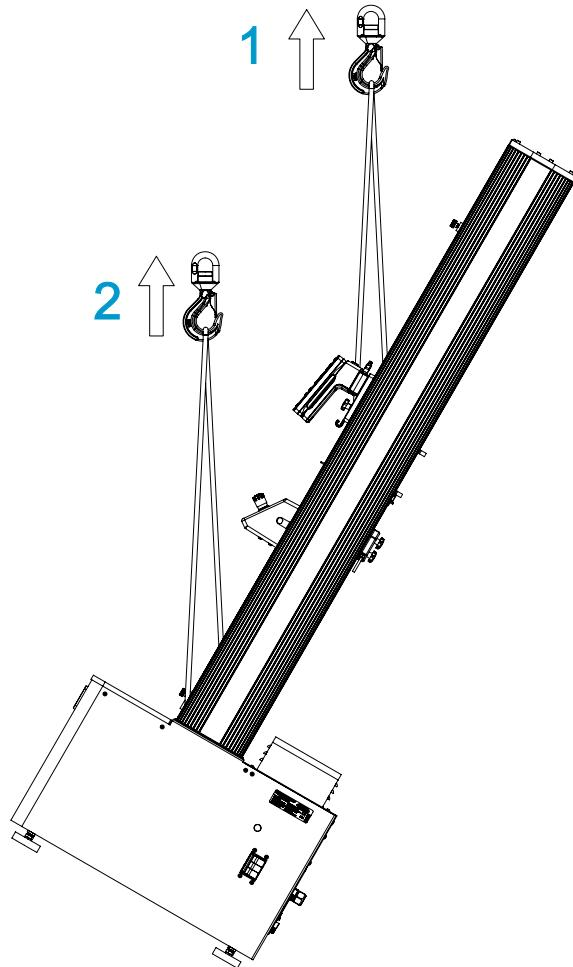

図 19. クレーンを使ってロードフレームを立てる
70 ページの図 19 を参照してください。
2. クロスヘッドに2本のリフティングスリングを取り付け、70 ページの図 19 に示すように、クレーンのフックに固定します。リフティングスリングの代わりにチェーンを使う場合は、クロスヘッドを保護材で包み、クロスヘッドに傷が付かないようにします。チェーンもトップ プレートなどのフレームの他の部分への損傷の原因となる可能性があります。すべての損傷を受けやすい構成部品の周辺を必ず保護材で覆ってください。
3. 70 ページの図 19 に示すように、2 本の M16 持ち上げボルトをフレームベースに取り付け、2 本の追加のスリングをボルトに取り付けます。
説明 図 19